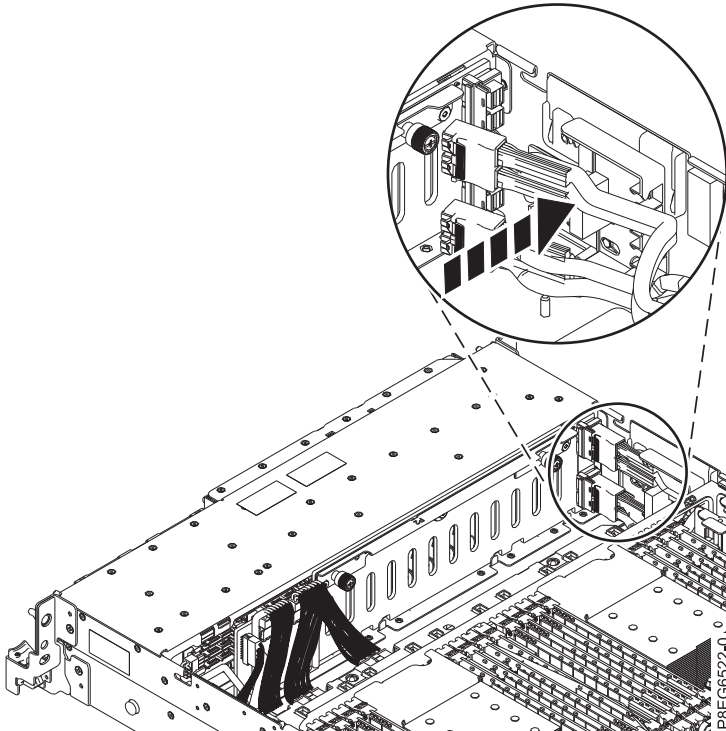

Abbildung 14. Vordere SAS-Kabel in den Führungsblock verlegen
7. Verlegen Sie die vorderen SAS-Kabel in den Führungsblock an der Seite des Chassis, wie in Abb. 14 auf Seite 16 dargestellt.